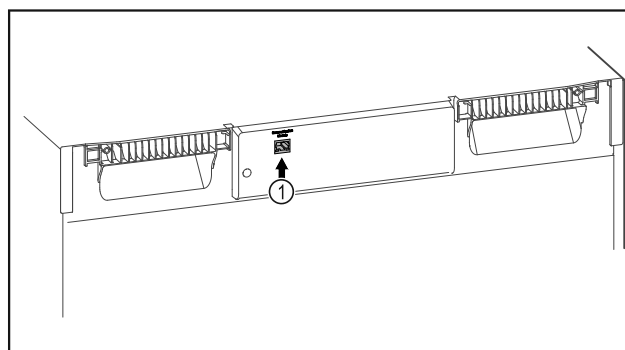

Fig. 107
- A SmartModule Fig. 107 (1) be van helyezve.